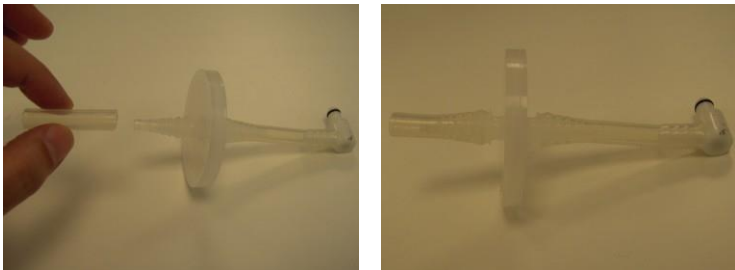

Figura 3-40. Conexión del tubo corto de vacío al puerto de salida del filtro
4. Conecte la pieza más corta del tubo de vacío al puerto de **salida** del filtro, como se muestra en la Figura 3-40.